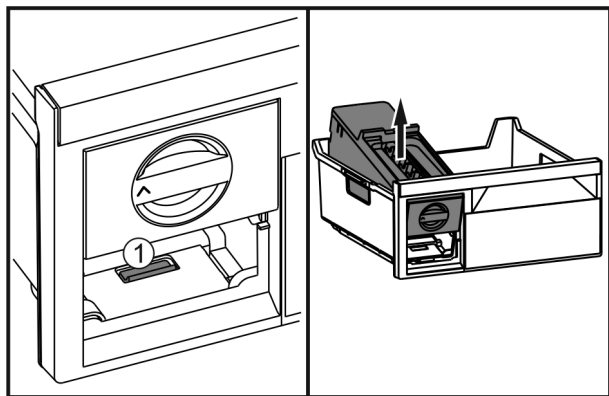

Fig. 39
- ▶ Stlačte západku Fig. 39 (1), EasyTwist-Ice zezadu zvedněte a vyjměte z mrazicí zásuvky.